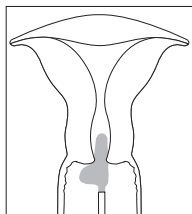

Fig. 1
- Tenir l'écouvillon floqué par la tige et insérer l'embout de l'écouvillon (le segment long du „L") à l'intérieur du canal cervical, en laissant en dehors du canal cervical la partie la plus large de l'écouvillon (le segment court du „L"); voir la Fig. 1.